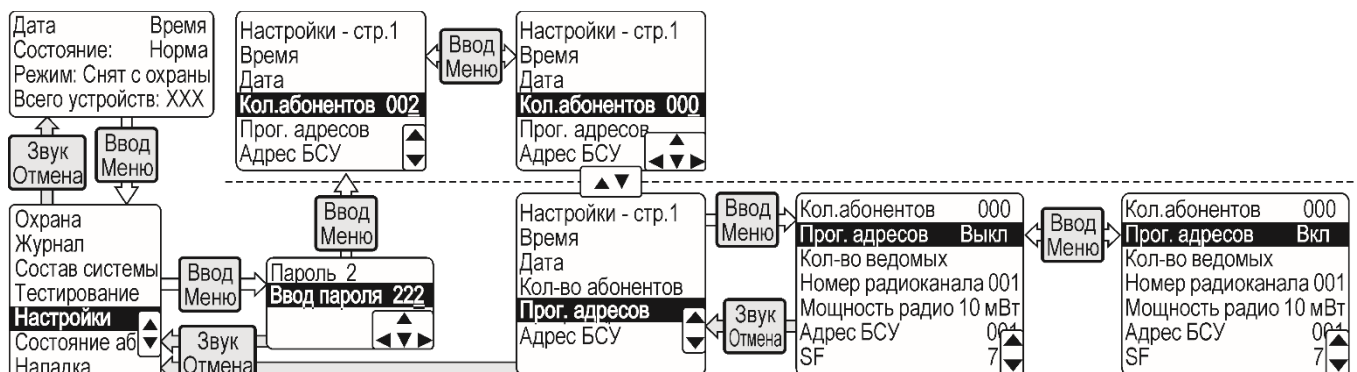

Рисунок 11 – Включение режима программирования адресов и обнуление количества абонентов
- обнулить количество абонентов (рисунок 11, верхний ряд);